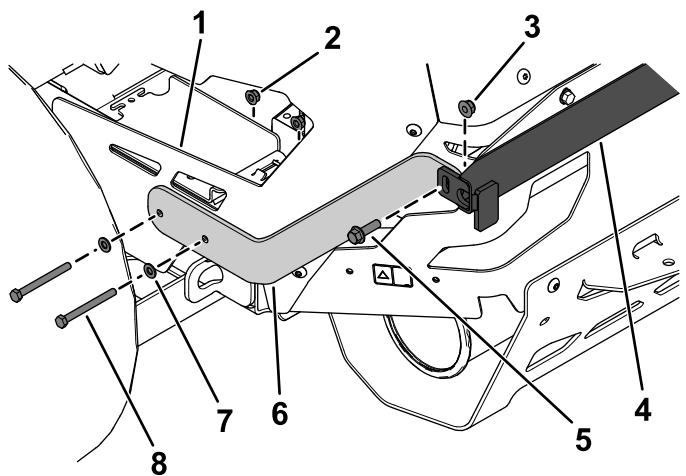

**Figura 12**
2. Retire los 2 pernos Torx y las 2 tuercas del protector trasero izquierdo (Figura 12).